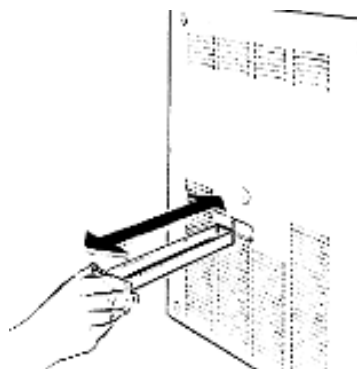

Fig. 18
- Rimuovere il cassetto laterale come indicato in Fig. 18 e verificare l'eventuale presenza di gocciolamento dovuto a condensa, ricordando di rimontarlo una volta effettuato il controllo.